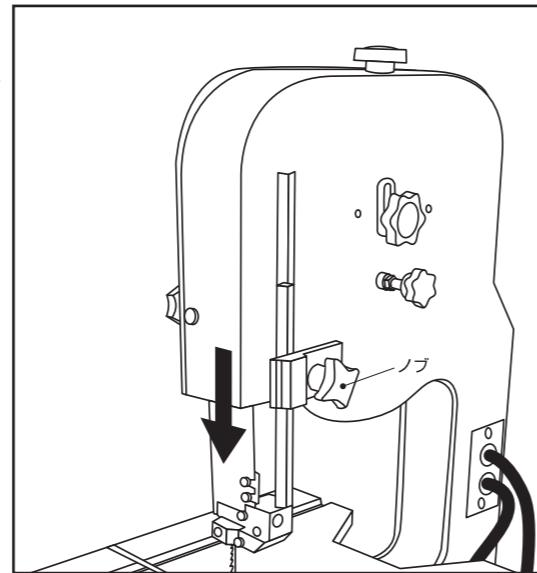

図10
- テーブルに材料を置き、ノブA（図10）をゆるめて上部ブレードガイドアセンブリを材料表面に近づけてください。材料表面から2~3mmの高さまで下げてください。